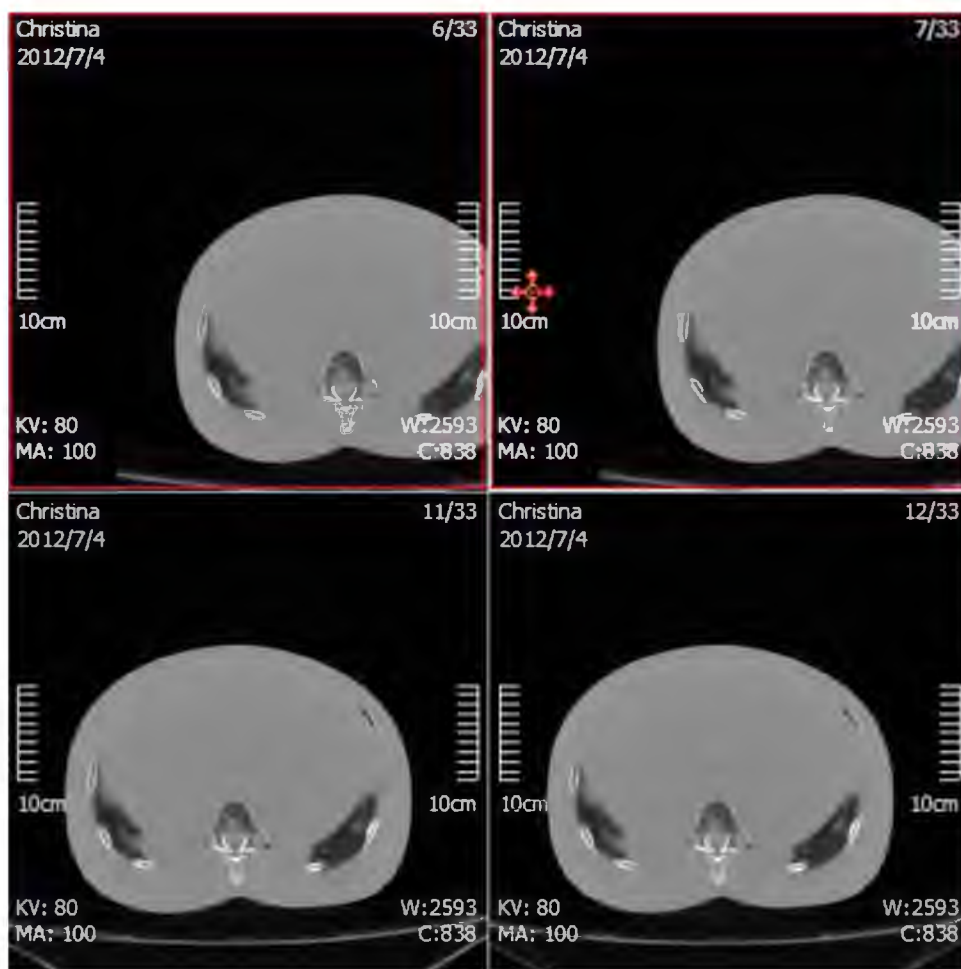

Рисунок 9-22 Перемещение изображения
3. Нажмите на изображение и удерживая левую клавишу мышки перетащите изображение в желаемое положение. Положение всех выбранных изображений так же изменится (см. рис. 9-22).